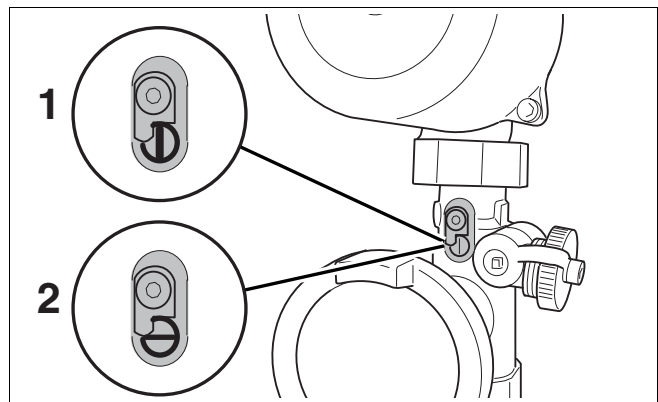

Рис. 100 Обратный клапан
- Открыть обратный клапан группы подключения, повернув на $\frac{1}{4}$ оборота (рис. 100, поз. 1).
- Снова закрыть обратный клапан, после того как вода из отопительной установки будет полностью слита (рис. 100, поз. 2).